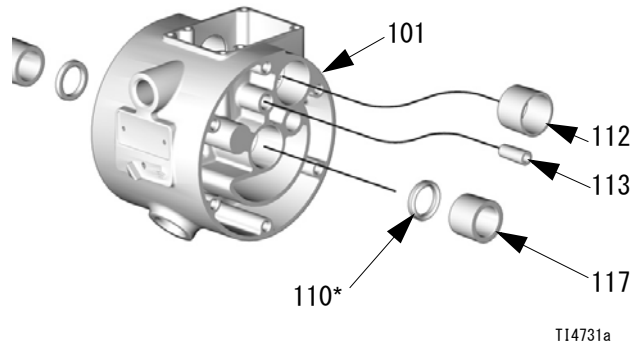

図 24
4. 両方の液体カバーを外したら、15.9mm (5/8 インチ) レンチを2本使って、各ダイヤフラムアセンブリーのプレートのレンチ突起 (Y) を支えて、緩めます。片側のダイヤフラムアセンブリが外れ、反対側はシャフトに付いたまま残ります。
6. ボルト (143) の付いているプレート (444)、ダイヤフラム (446)、付いている場合にはバックカー (447)、およびプレート (445) を外します。
8. ダイヤフラムシャフト (121) に摩耗やひっかき傷がないか点検します。損傷が見つかった場合には、ベアリング (117) を外さずに点検します。ベアリングが損傷していた場合には、ベアリングとエアガスケットの取り外し、28 ページを参照してください。
9. Oリングピックをセンターハウジング (101) に差し込み、Uカップパッキン (110) に引っかけて、ハウジングから取り出します。このステップは、ベアリング (117) を外さずに実行できます。図 24、28 ページを参照してください。
1. シャフトのUカップパッキン (110\*) を、リップがハウジング (101) の反対側に向くように取り付けます。パッキンを潤滑します。図 24、28 ページを参照してください。
2. 必要に応じて、ボルト (446a) をダイヤフラム (446) に取り付けるため、高強度 (赤) Loctite® または同等品を塗布します。エア側のプレート (445) をダイヤフラムに組み付けます (446)。プレートの丸く広がっている側をダイヤフラムに向けます。中強度 (青) の Loctite® または同等品をダイヤフラムアセンブリのネジ山に付けます。アセンブリをシャフト (121) へ手で締めて取り付けます。
3. ダイヤフラムシャフト (121) の長い面と端にグリースを塗ります。シャフト / ダイヤフラムアセンブリをポンプの片側に挿入します。
8. を取り外していた場合には、Oリングピックをセンターハウジング (101) の中に入れて、Uカップ (110) を引っ掛け、ハウジングの外に取り出します。Uカップを点検します。図 24 を参照のこと。必要に応じて部品を交換します。